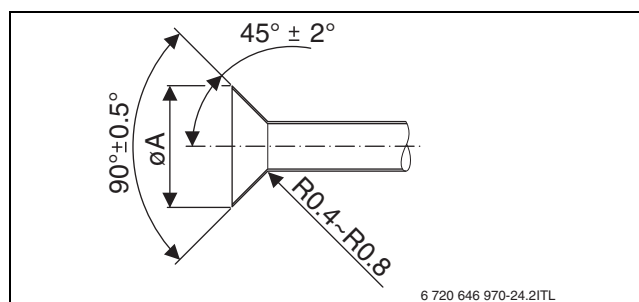

Bild 34 Kältemittelrohrleitung bördeln
- ▶ Rohre für flüssiges und gasförmiges Kältemittel bördeln (→ Bild 34 und Tabelle 8).